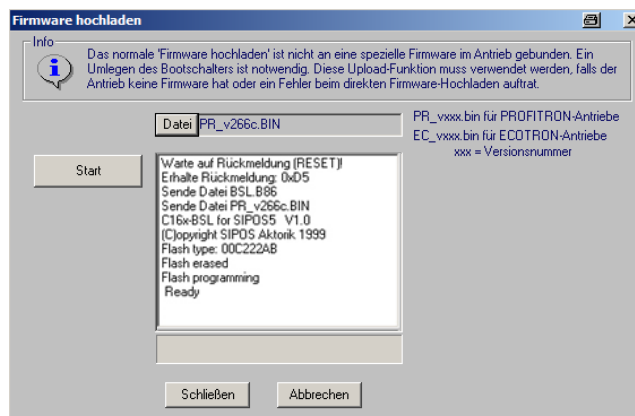

Abb. 2: Firmware hochladen
5. Im Menü „Stellantrieb“ den Befehl „**Firmware hochladen**“ aufrufen, Schaltfläche **Datei** drücken und gewünschte Firmware auswählen, z.B. PR_V266c.bin für PROFITRON- und HiMod-Antriebe, bzw. EC_V266c.bin bei ECOTRON, siehe Abb. 2.